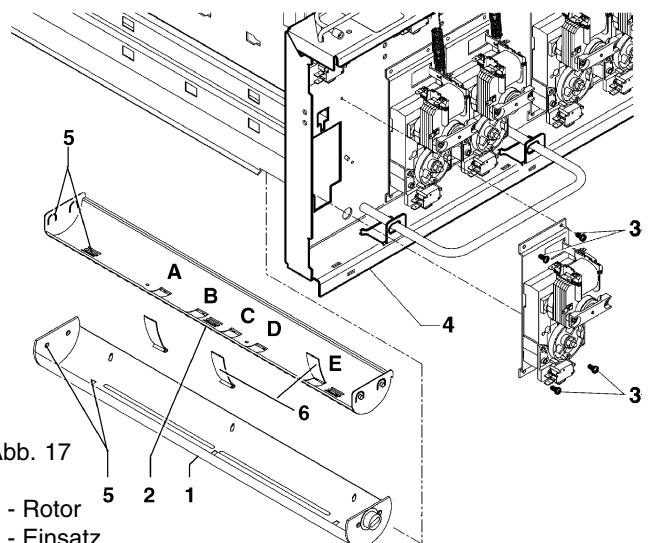

Abb. 17
- um den Rotor für die Ausgabe auf vier Dosenreihen zu vorbereiten sind drei diebstahlsichere Lamellen in die entsprechende Nuten (s. Abb. 17) einzulegen. Die Lamellen vermeiden es, daß die Dosen in den Rotor gleiten, wenn dieser nur teilweise gefüllt ist. Die Lamellen sind in die Nuten B-D-E für 250 cc Dosen und in die Nuten A-C-E für 330 und 355 cc Dosen.